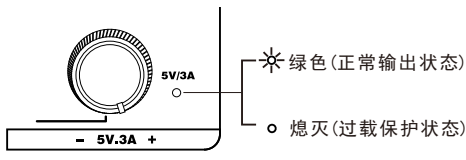

图 11
- 2. 假如前面板的  指示灯熄灭，则表示已超过最大额定电流 3A（过载），此时输出电压及电流将渐渐降低以执行保护功能。若要恢复固定5V输出，则必须减轻负载量，直到  绿色指示灯亮起。图11所示